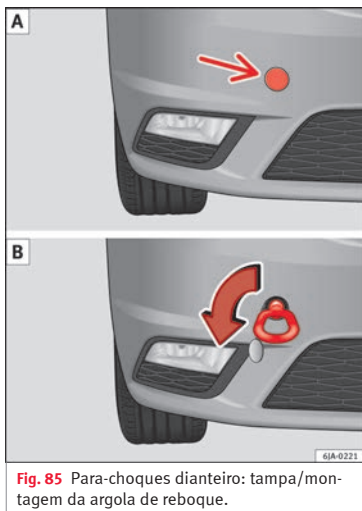

Fig. 85 Para-choques dianteiro: tampa/montagem da argola de reboque.
- Exerça pressão na zona esquerda da tampa no lugar da seta » **Fig. 85 - A**.
- Enrosque a argola de reboque manualmente girando-a para a esquerda até acima » **Fig. 85 - B**.